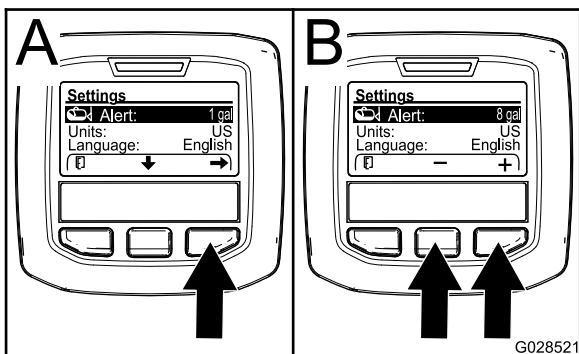

Figura 69
2. Pulse el botón de selección central para destacar el ajuste Alertas (Figura 69).
3. Pulse el botón de selección derecho (Figura 69).
4. Use los botones de selección central o derecho para introducir la cantidad mínima que puede haber en el depósito antes de que aparezca la alerta durante la operación del fumigador (Figura 69).